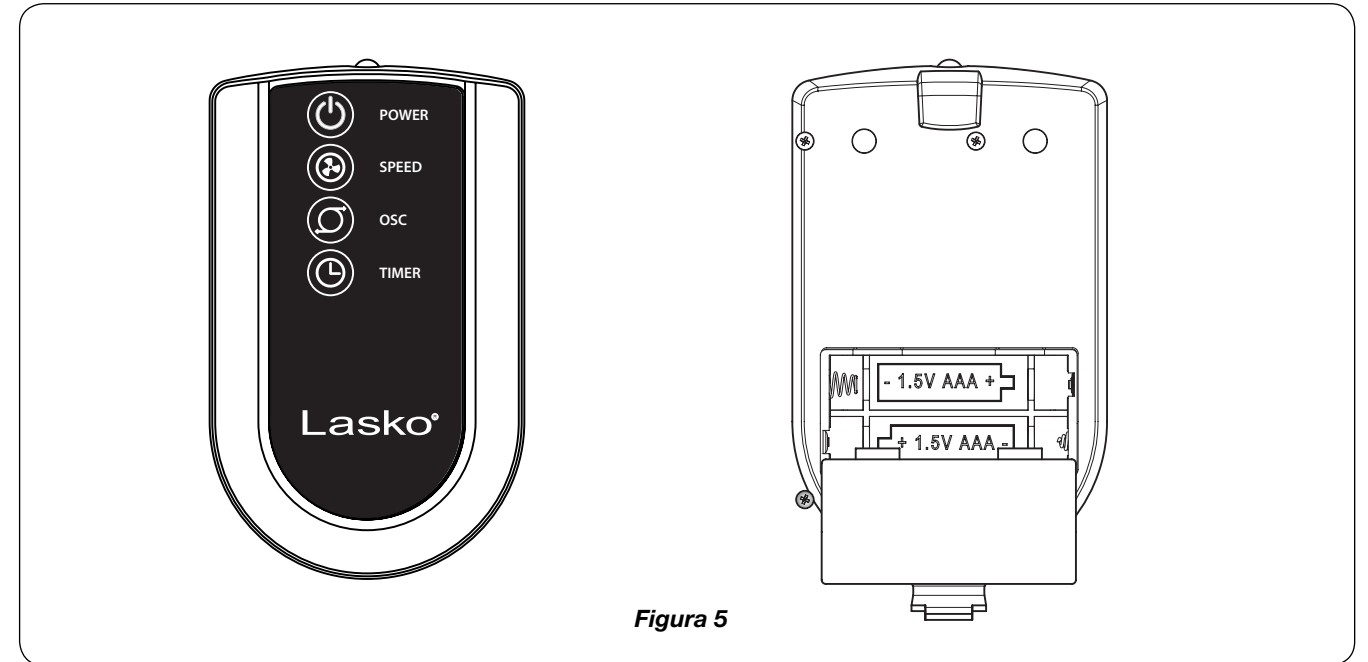
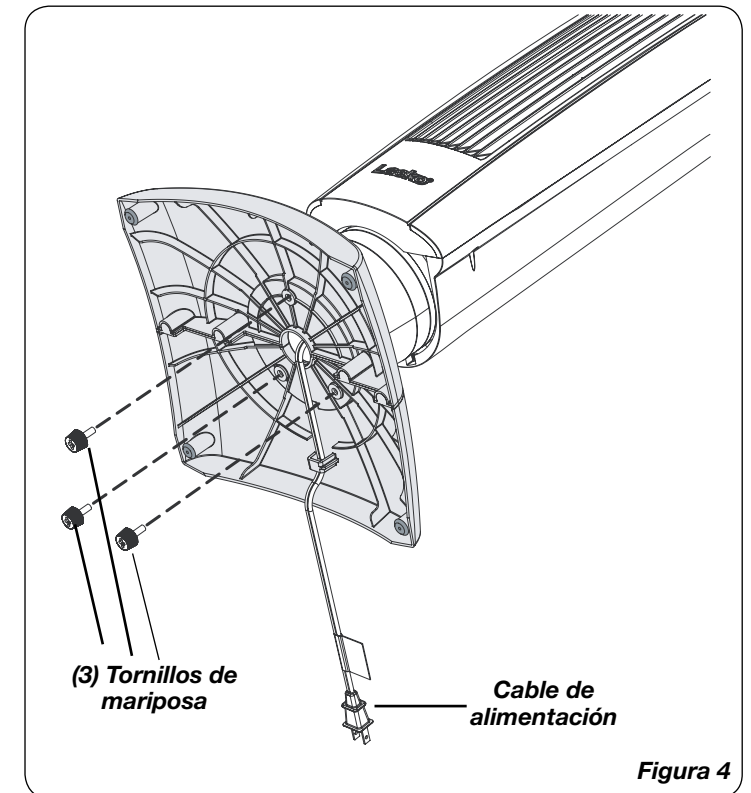

Figura 5
Figura 4
CONTROL REMOTO (Figura 5)
1. Instale la baterías (no suministró) como mostrado en la *Figura 5*. La batería es el tipo "AAA".
Este Ventilador podrá hacerse funcionar mediante los controles manuales ubicados en la parte superior de la unidad (como se indica en la Figura 4) o con el Control Remoto (como se indica en la Figura 5)
- Alinee los orificios de la base de soporte con el inserto roscado en la parte inferior del ventilador. Asegure los (3) tornillos mariposa en los cuatro agujeros en la parte inferior de la base (Figura 4). Utilice la mano o un conductor de tornillo de Philips para apretar.
- Dirija el cable de alimentación eléctrica por detrás de la base de soporte como se muestra (Figura 4).